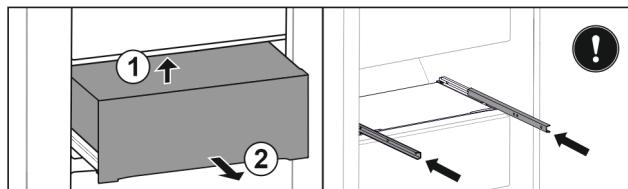

Fig. 39
- Приподнимите выдвижной ящик сзади снизу. Fig. 39 (1)
- Извлеките выдвижной ящик движением вперед. Fig. 39 (2)